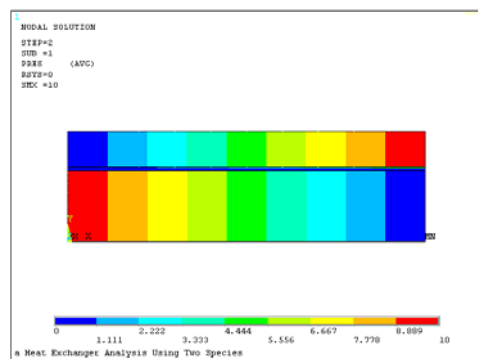
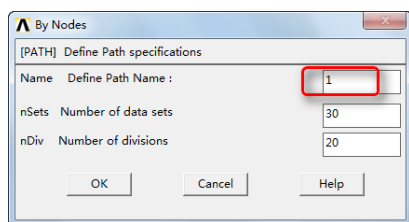

图 10-48 压力场分布等值线图
图 10-49 By Nodes 对话框
④在“Item to be contoured”列表中,依次选择 Nodal Solution→DOF Solution→Pressure,单击“OK”按钮,ANSYS 窗口将显示如图 10-48 所示的压力场分布等值线图。
⑤依次选择 Main Menu→General PostProc→Path Operations→Define Path→By Nodes,会弹出“By Nodes”对话框,用鼠标选择模型右边边界上下两个节点(即 K2 和 K7)。
⑥单击“OK”按钮会弹出“By Nodes”对话框,如图 10-49 所示,“Name Define Path Name”输入框输入 1,单击“OK”按钮关闭该对话框。